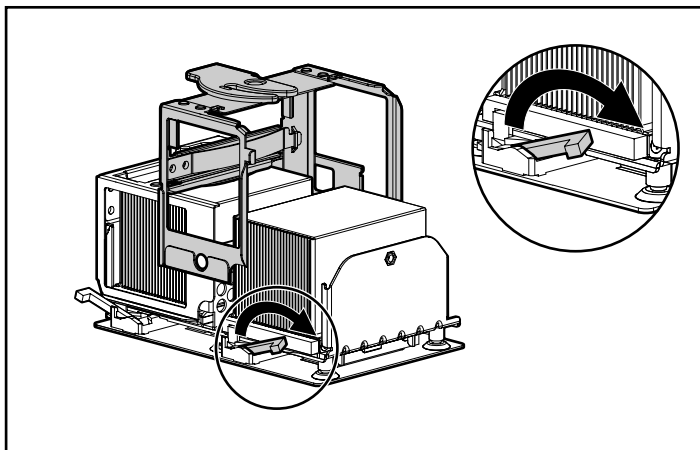

Figura 3-39: Como levantar a alavanca de bloqueio do processador
- a. Levante a alavanca de fixação do processador para soltar o processador do soquete (Figura 3-39).